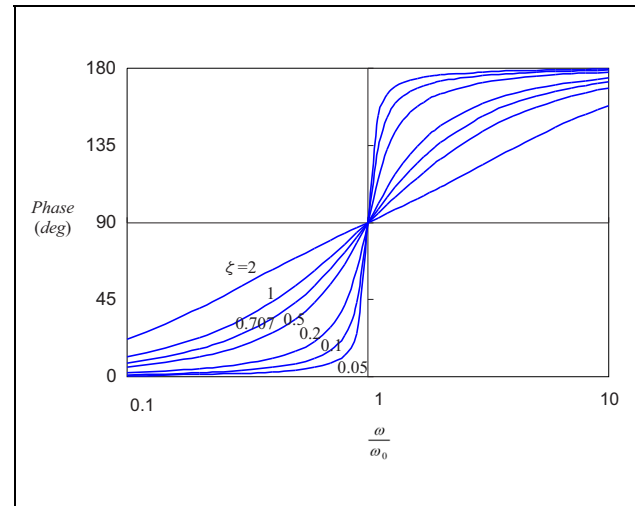

図 8 定常振動の位相遅れ
- ③ 共振点より低い周波数では振幅倍率は 1 に漸近する。
- ④ 共振点より高い周波数では振幅倍率は $1/(\omega/\omega_0)^2$ 、すなわち -40 dB/decade の傾斜に漸近する。
式 (19) は加振力と定常振動の位相差を表しています。これをグラフ化すると図 8 になります。